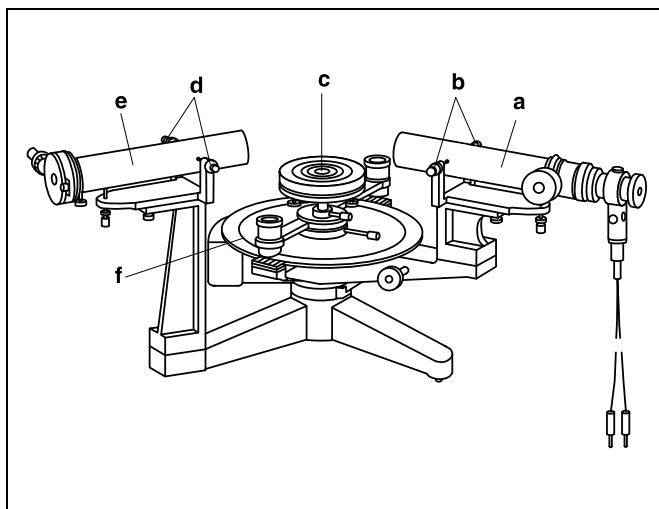

Fig. 2 Spektrometer
- Fernrohr (a), Prismentisch (c) und Spaltrohr (e) nach Augenmaß horizontal ausrichten (siehe Fig. 2).